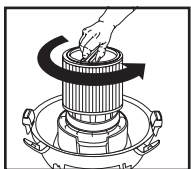

FIGURE 12
18. Pour enlever le filtre afin de le nettoyer, maintenez à nouveau le couvercle du réservoir et tournez le porte-filtre dans le sens antihoraire pour le desserrer et l'enlever. **FIGURE 12.**